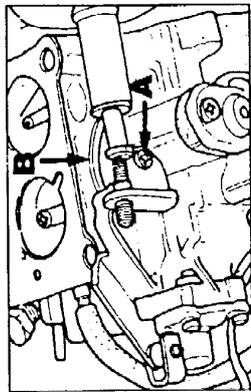

Рис. 9 Регулировка ускорительного насоса
- з) Если полученное значение находится за пределами допуска, отвинтите зажимной винт (А, Рис. 9) и произведите регулировку кулачком повышенной частоты вращения холостого хода (В). После получения правильного значения установите карбюратор и проверьте частоту вращения холостого хода и концентрацию СО.